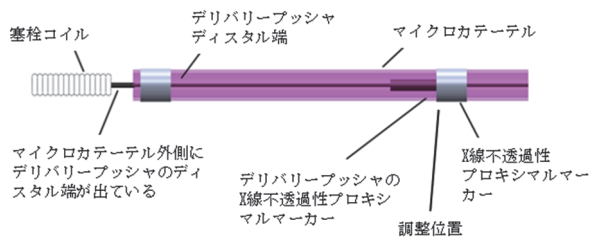

図1 X線不透過性マーカーの位置
1. デリバリーブッシャの X 線不透過性マーカーのプロキシマル端が、マイクロカテーテルのプロキシマルマーカーのディスタル端と接する位置まで塞栓コイルを進める（図 1）。